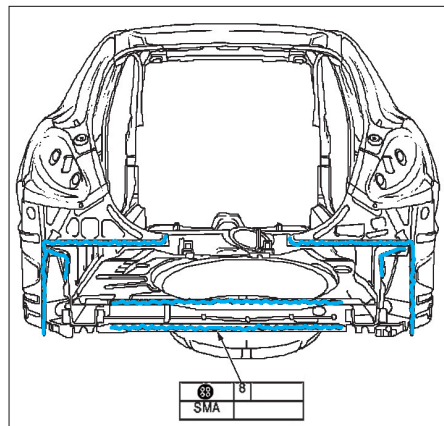

FIG. 100
- Encoller le joint du panneau intérieur sur la caisse (**fig. 100**).